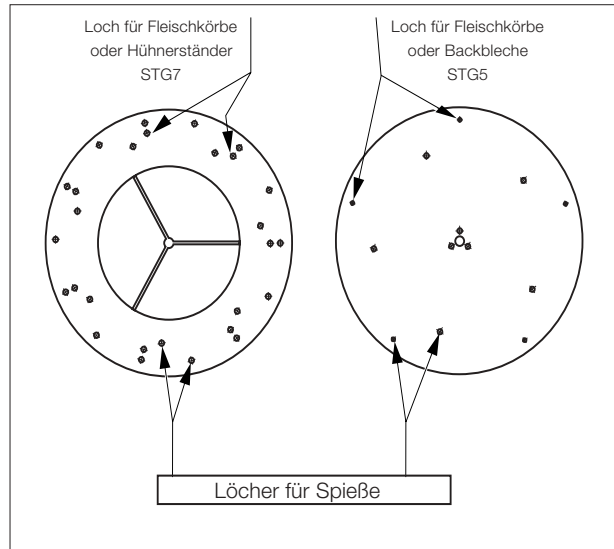

Abbildung 2.2
- Stecken Sie die Spieße in die Rotorscheiben (siehe Abbildung 2.2).